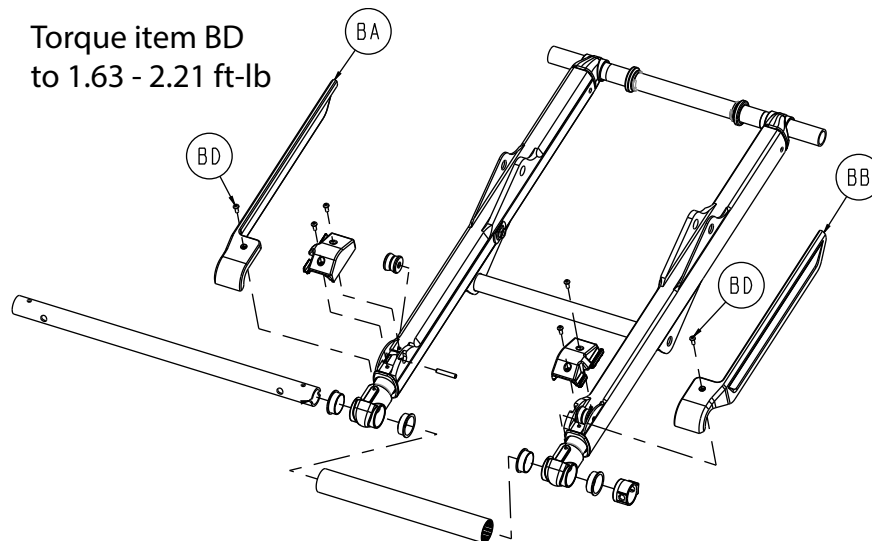

Figure 84 – Retirer le protège-jambe de la base
14. À l'aide d'une clé Torx T25, retirer la vis (BD) qui fixe le protège-jambe de la base (BA, BB) (Figure 84). Retirer et conserver le protège-jambe de la base. Conserver la vis.